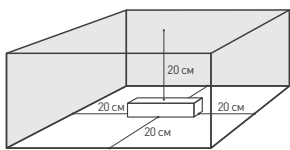

Рис. 1. Свободное пространство вокруг источника
- 3.8. Проверьте температуру корпуса источника питания. Максимальная температура корпуса источника в установившемся режиме не должна превышать tc (рис. 1). Если температура корпуса выше, необходимо уменьшить нагрузку, обеспечить лучшую вентиляцию или использовать более мощный источник питания. В случае регулярной работы блока питания при температуре корпуса, равной tc, гарантийный срок сокращается в два раза.
- 4.3. Для естественной вентиляции обеспечьте не менее 20 см свободного пространства вокруг источника питания, как изображено на рис. 1. При невозможности обеспечить свободное пространство используйте принудительную вентиляцию.